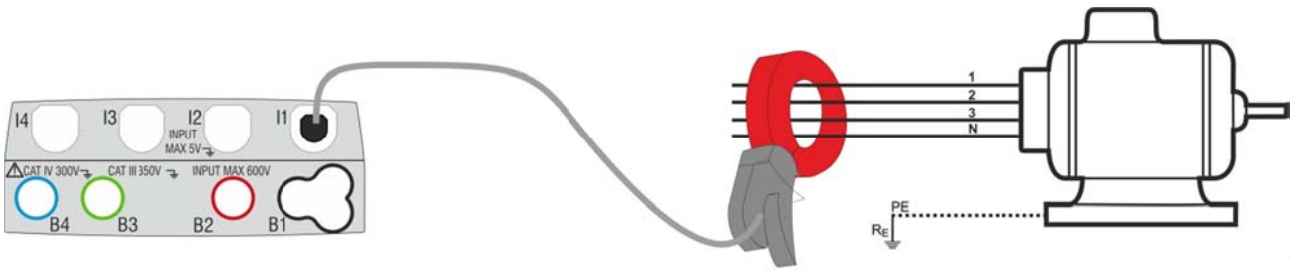

Abb. 25: Indirekte Messung eines Leckstroms in einer dreiphasigen Installation
5. Zur indirekten Messung des Leckstroms schließen Sie die externe Stromzange entsprechend Abb. 25 an. Zur direkten Messung des Leckstroms schließen Sie die externe Stromzange entsprechend Abb. 26 an und trennen Sie alle möglicherweise vorhandenen zusätzlichen Erdungen, welche die Testergebnisse beeinflussen können.